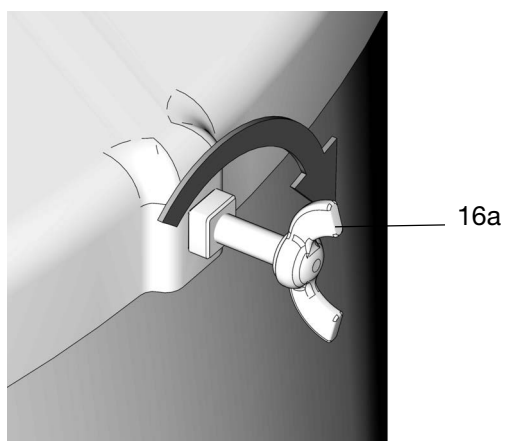

図 29
- つまみネジ(16a)を締めることで、ドラムのカバー(16)を固定します(図 29)。